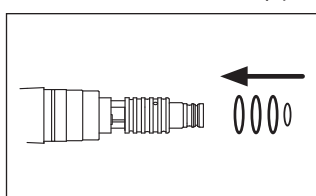

図 41
- 3 新しいOリングを外したOリングがはまっていた溝にはめ込みます (図 41)。